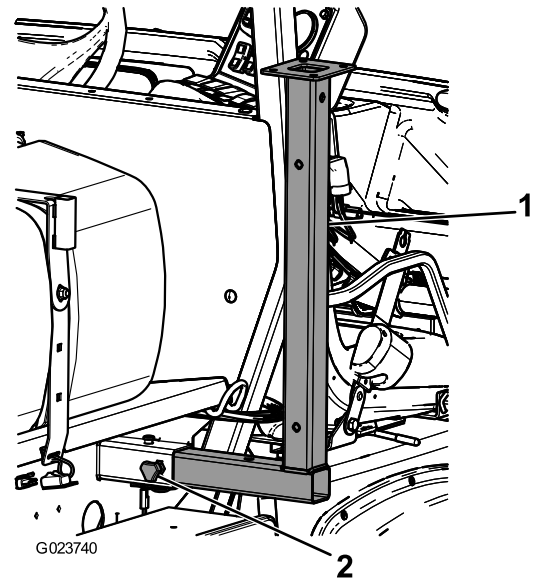

図 28
1. 車両前部のロープ掛けポイントの近くのフレーム部に、前ジャッキスタンドを逆さにして差し込む 図 28